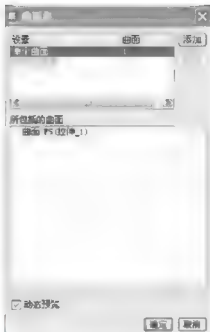

图 5.53 【曲面集】对话框
(2)【细节】按钮:单击该按钮打开如图 5.53 所示用来添加或移除曲面的【曲面集】